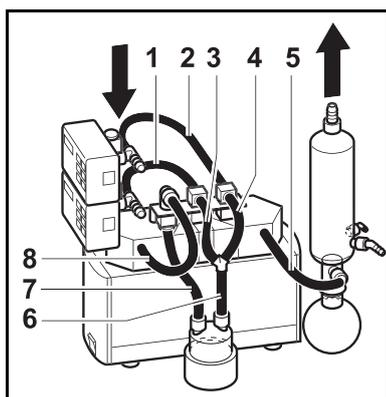

Fig. 18: collegamenti flessibili sistema SCC
8	Tubi flessibili (v. fig. 18) <ul style="list-style-type: none"> ▪ Agente resistente al fluido utilizzato ▪ Diametro interno 10 mm. ▪ Lunghezze: (1) ca. 320 mm, (2) ca. 260 mm, (3, 4) ca. 120 mm, (5) ca. 220 mm, (6) ca. 135 mm, (7) ca. 175 mm, (8) ca. 350 mm
5. Eseguire i collegamenti flessibili del sistema (v. fig. 18).